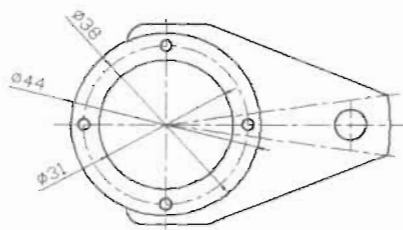

图 10-51
- (3) 按空格将继续执行 DIMDIAMETER 命令，标注圆的直径，如图 10-51 所示，命令执行过程如下。